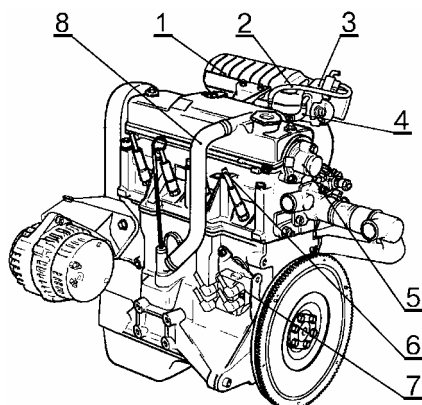

Рис.8. Двигатель ВАЗ-21114:
5.1.6 Отвернуть три гайки крепления кронштейна троса привода дроссельной заслонки к модулю впуска 1, рис. 8, и крышке головки цилиндров, вывести наконечник троса из зацепления с сектором дроссельного патрубка 3 и отвести в сторону с кронштейном в сборе (ключ 10 мм 67.7812-9521 или головка сменная 10 и вороток).
5.1.9 Отвернуть две гайки и болт, снять шайбы и заглушку 5, рис.8, с уплотнительным кольцом (ключ гаечный кольцевой 10 или головка сменная 10, вороток и удлинитель).